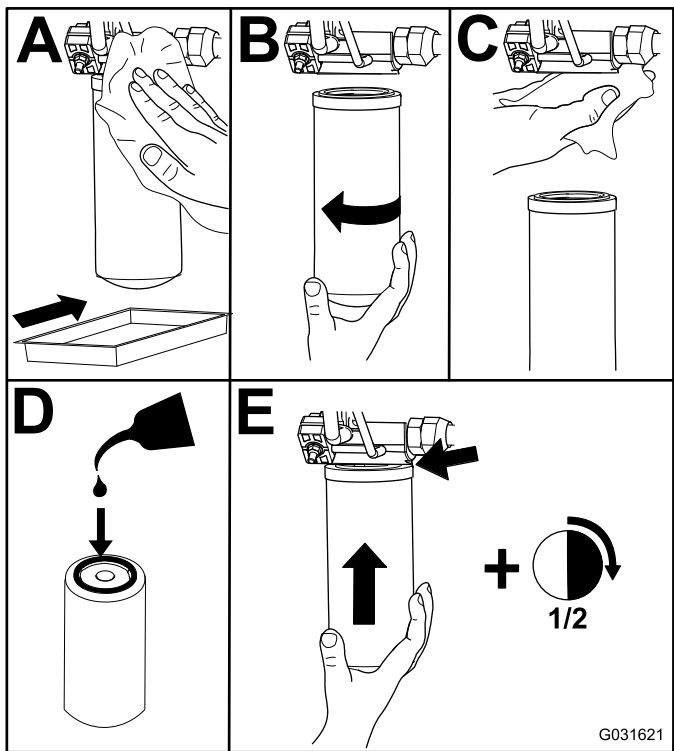

Bild 118
2. Tauschen Sie die Hydraulikfilter aus (Bild 118).